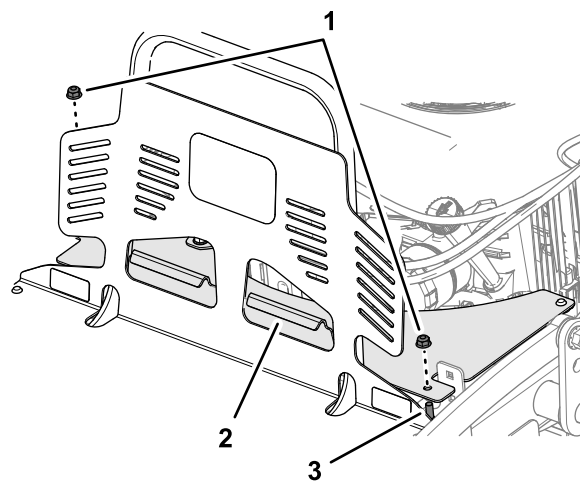

Figure 33
1. Retirez les 2 contre-écrous à embase qui fixent l'extension de la protection aux 2 boulons de carrosserie des supports d'extension (Figure 33).